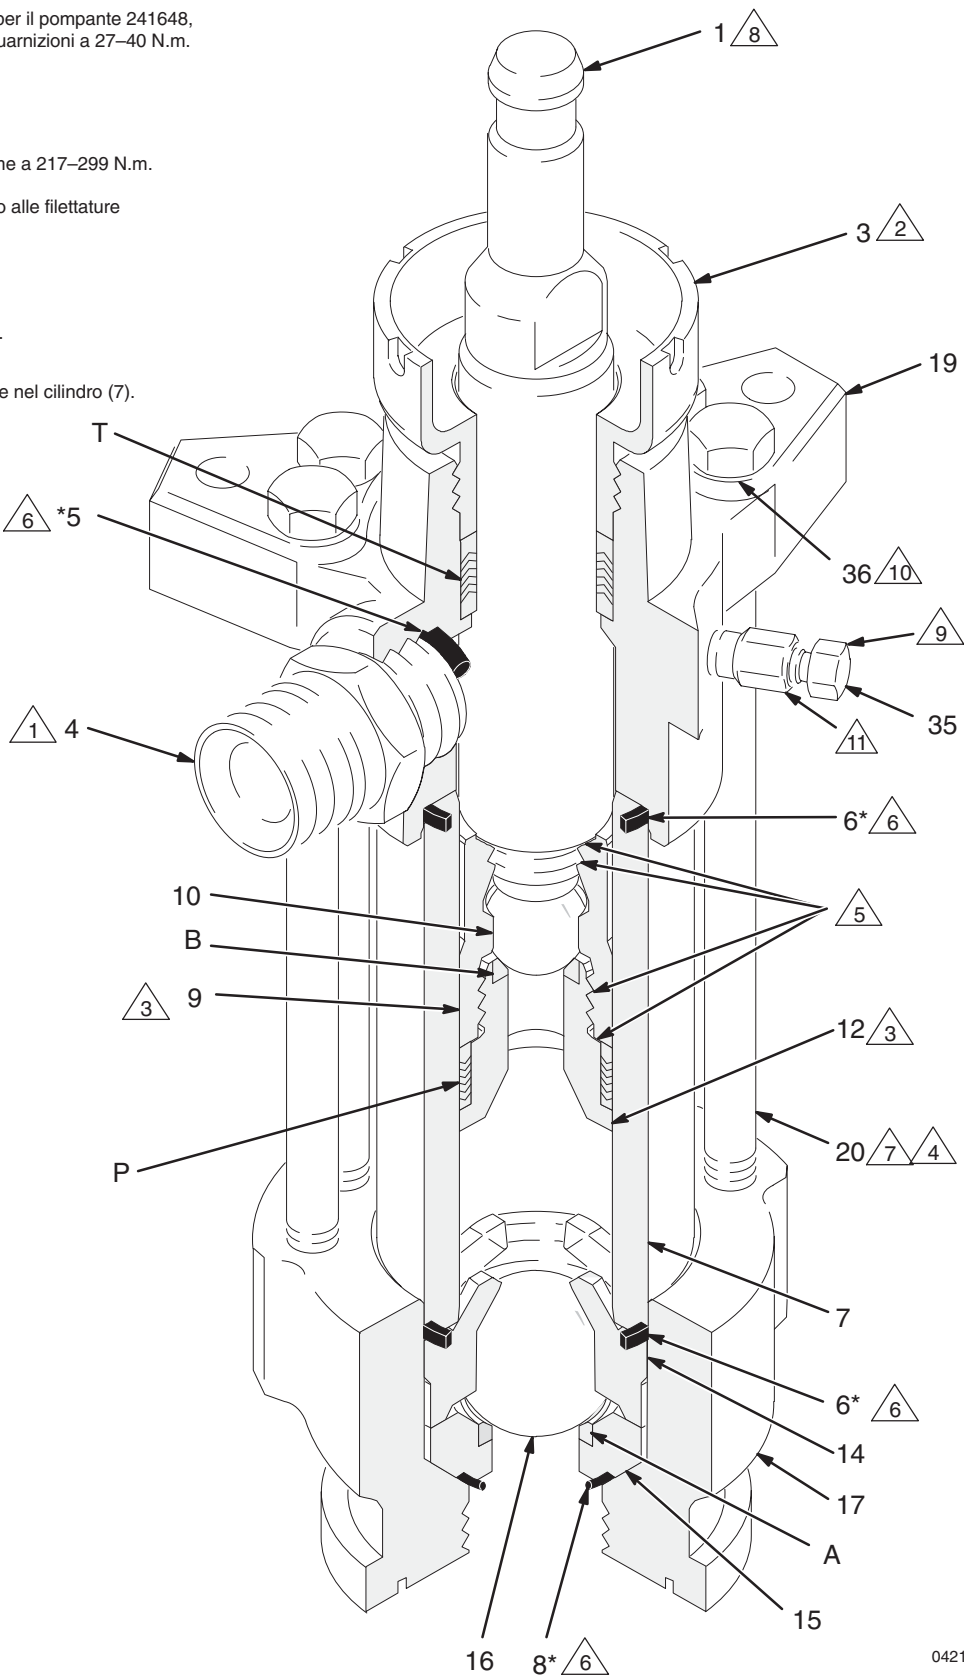

Fig. 8
1. Se era stato necessario rimuovere la guida della sfera (9) dall'asta del pompante (1) inserire le parti piatte dell'asta in una morsa. Applicare lubrificante antigrippaggio 222955 alle filettature e alle superfici di contatto dell'asta e alla guida della sfera. Avvitare la guida della sfera sull'asta, stringere a mano. Rimuovere dalla morsa. Vedere Fig. 8.
2. Posizionare il premistoppa femmina (32\*) sul corpo della sede del pistone (12). Installare le cinque guarnizioni a V (P) una alla volta con i bordi rivolti verso l'alto. Fare riferimento alle pagine da 31 a 34 per l'ordine corretto delle guarnizioni per la pompa. Installare il premistoppa maschio (13\*).
**NOTA:** Lo strumento di manutenzione 109508 è disponibile come accessorio. Lo strumento si innesta sulla parte superiore dell'asta del pompante (1), rendendo più semplice applicare una chiave regolabile da 61 cm o una chiave a flessibile da 19 mm quando si collega l'asta al gruppo del pistone.
3. Applicare lubrificante antigrippaggio 222955 alle filettature ed alle superfici di contatto della guida della sfera (9) e sul corpo della sede del pistone (12). Montare le rondelle dell'alloggiamento della sede del pistone in una morsa. Posizionare la sfera (10) sulla sede del pistone. Avvitare l'asta montata (1) e la guida della sfera (9) sul gruppo del pistone serrando a mano, quindi serrare a 444-492 N.m.
4. Usare una pressa arbor per reinstallare l'asta (1) nel cilindro (7), come indicato di seguito. Il cilindro è simmetrico e quindi entrambe le estremità possono essere rivolte verso l'alto. Lubrificare le guarnizioni del pistone (P). Con l'estremità del pistone rivolta verso il basso, abbassare l'asta nel cilindro. Inserire il pistone nel cilindro il più possibile, quindi guidare l'asta e il pistone per la parte restante nel cilindro con la pressa arbor.